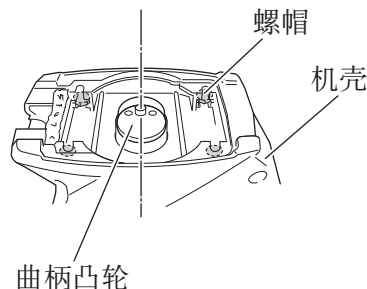

图 10
3. 用手旋转曲柄凸轮，并将其移至图中所示的位置。(图 10)